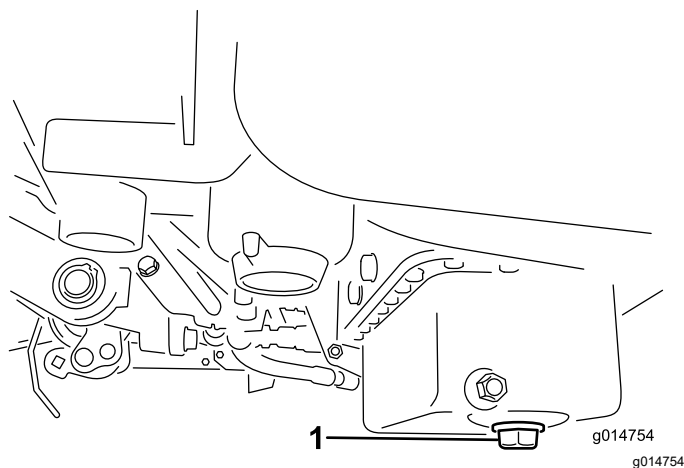

Figure 34
1. Retirez le bouchon de vidange et laissez couler l'huile dans un bac de vidange. Remettez le bouchon quand la vidange est terminée (Figure 34).